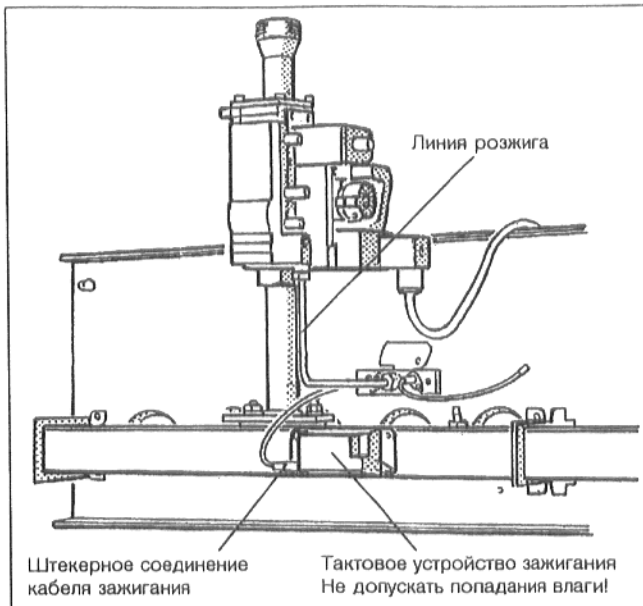

Рис. 43: Газовая горелка
- Отключить штекерное соединение кабеля зажигания на тактовом устройстве зажигания (Рис. 43).
- Снять линии розжига с горелок розжига (Рис. 43).
- Ослабить по два винта на горелках розжига и осторожно вынуть горелки розжига.(Рис. 43).
- Погрузить стержни горелки в воду с моющим средством и очистить их щеткой. При этом следить за тем, чтобы не произошло намокание теплоизоляции на щите горелки и тактового устройства зажигания! При необходимости отвинтить тактовое устройство зажигания (Рис. 43).